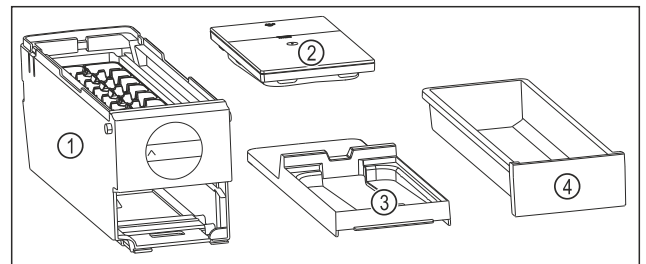

Fig. 147 Componentes del EasyTwist-Ice
- ▶ El EasyTwist-Ice está desmontado en cuatro piezas. (consulte Fig. 147)
- ▶ Desmontar el EasyTwist-Ice solo en los componentes mostrados. (consulte Fig. 147)
- ▶ Limpiar el cuerpo del EasyTwist-Ice Fig. 147 (1) en su totalidad.